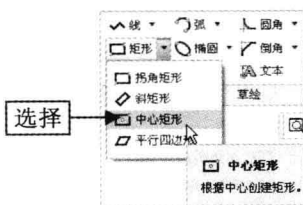

图 2-39 选择“中心矩形”选项
Step 02 在“功能区”选项板中切换至“草绘”选项卡，单击“草绘”面板中“矩形”右侧的下拉按钮，在弹出的下拉列表中选择“中心矩形”选项，如图 2-39 所示。